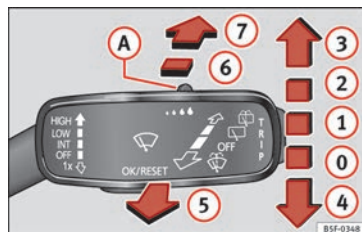

Bild 130 Vindrutetorkarspak: bakrutetorkare
- För spaken framåt till positionen ⑥ »» bild 130. Torkaren kommer att torka rutan ungefär var sjätte sekund.
» **bild 130**. Rutans torkare och spolare arbetar samtidigt. Bakrutespolarsystemet fungerar så länge du håller spaken i det här läget.